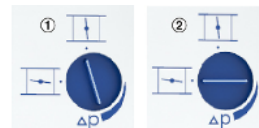

Abb. 3: Anzeige der Regelklappenstellung
- 5 Anzeige Regelklappenstellung ⇒ Abb. 3
- 6 Anzeige Regelklappenstellung ⇒ Abb. 3